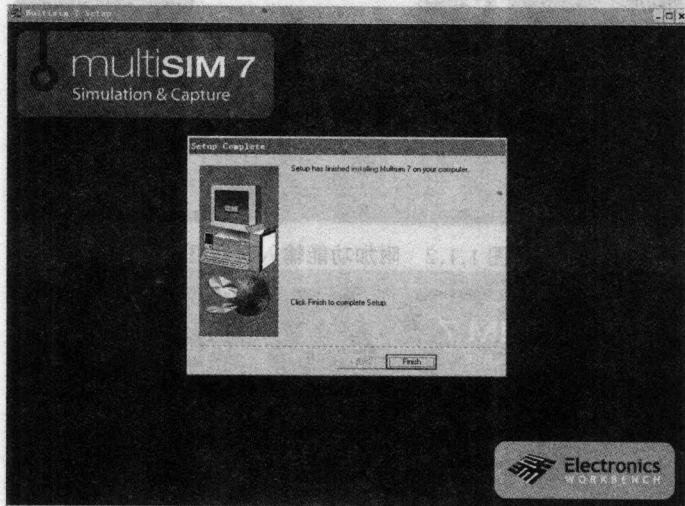

图 1.1.5 Multisim 7 程序安装完毕
(13)程序将最后提示用户 Multisim 7 程序安装完毕如图 1.1.5 所示。用户单击“finish”按钮完成整个安装。